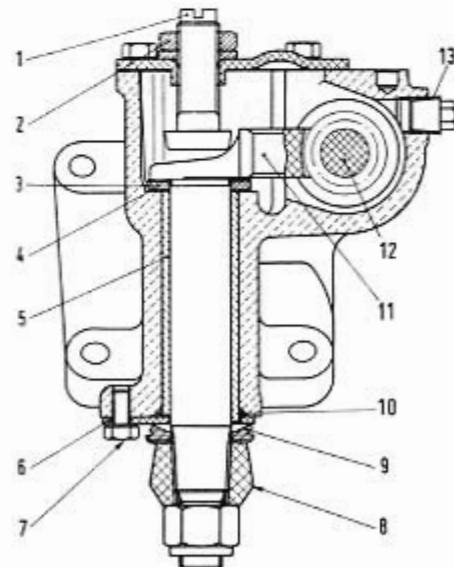

Fig. 274 - Coupe du boîtier de direction sur le secteur hélicoïdal.
Vérifier le jeu entre la bague excentrée (5, fig. 274) et l'arbre du secteur hélicoïdal (11, fig. 274). Jeu maximum admis entre les deux pièces: 0,10 mm.
Dévisser la vis (7, fig. 274) fixant la plaquette (6) de réglage.
Ainsi que l'on a déjà dit, le contact entre les filets de la vis et les dents du secteur doit se faire exactement au centre. Si cela ne se vérifie pas, déplacer axialement le secteur hélicoïdal en ajoutant ou en ôtant des rondelles d'épaisseur (4, fig. 274) sous la rondelle de butée du secteur hélicoïdal.